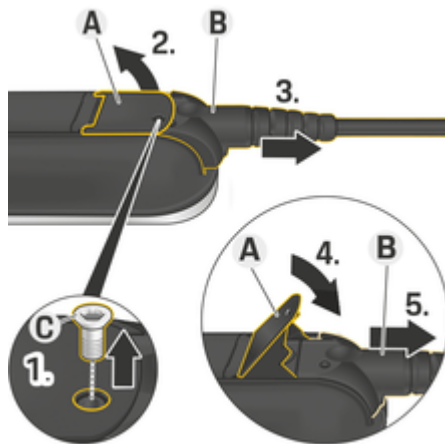

Fig. 8: Desligar cabos
- 1. Retire o parafuso C (Fig. 8) com uma ferramenta adequada.
- 2. Levante alavanca A (Fig. 8).
- 3. Puxe a ficha B (Fig. 8) para fora até sentir resistência.